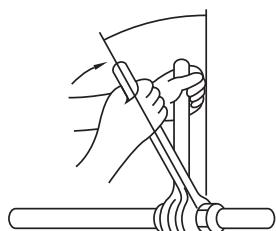

Fig. 5-9
- Aplique uma camada fina de óleo de refrigeração na superfície de encaixe do tubo. (Fig. 5-9)